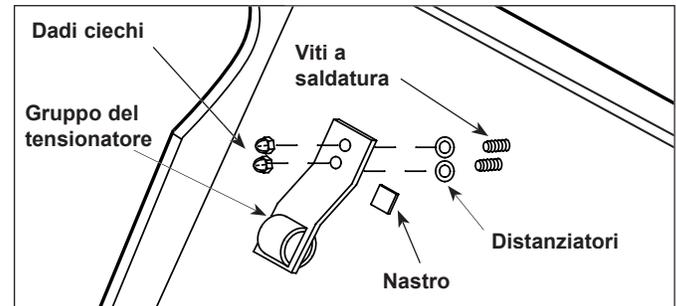

Figura 15. Sostituzione del gruppo del tensionatore a rullo
1. Rimuovere i dadi ciechi e il vecchio gruppo del tensionatore a rullo (figura 15).